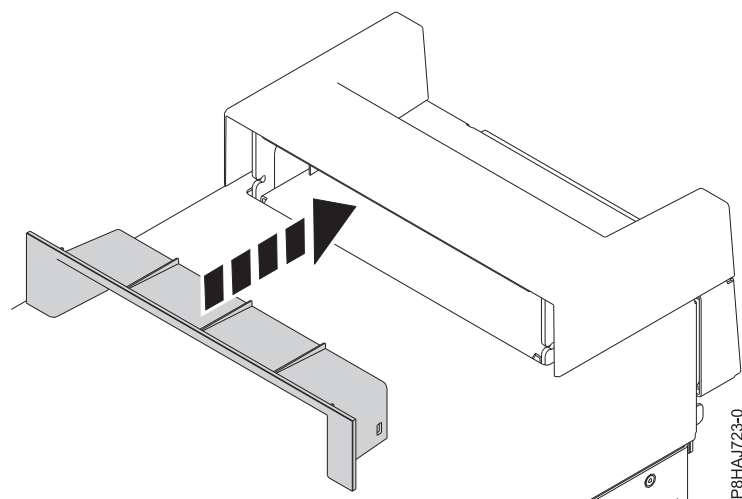

Figura 37. Inserir a peça na tampa da pega num sistema autónomo 8286-41A
2. Insira a peça na tampa da pega ao a empurrar firmemente para a tampa da pega conforme apresentado na Figura 37.